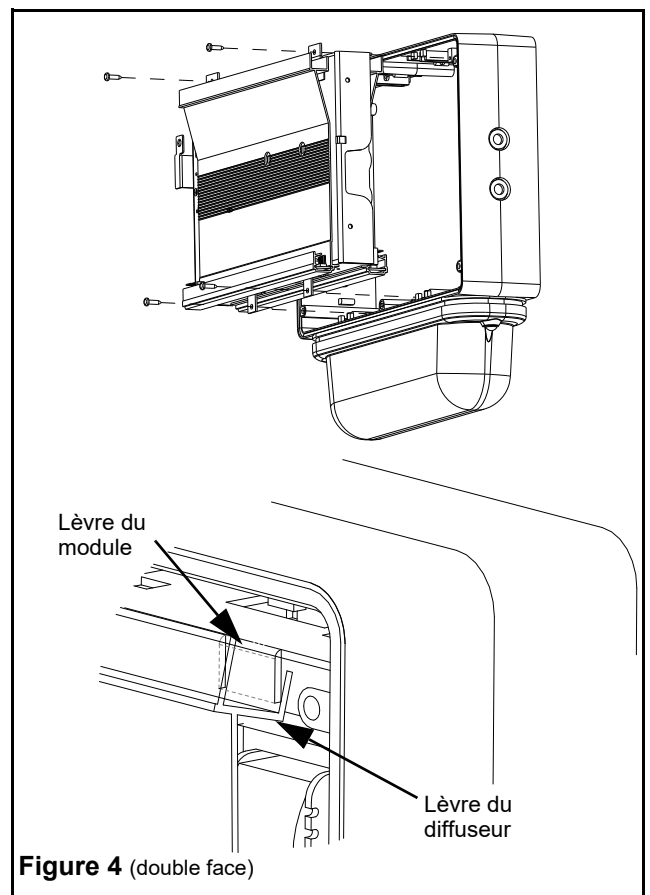

Figure 4 (double face)
- k. Pour les modèles à double face: Assurez-vous avant de remettre en place le module électronique d'installer à nouveau le diffuseur (9) en enclenchant la lèvre du diffuseur sous la lèvre du module et en vissant au bas le diffuseur au module (voir fig. 4).